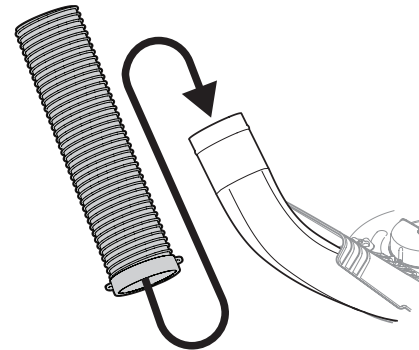

Figura 3
3. Levante la manguera por las manijas del anillo instalado en el paso 2. Deslice la manguera sobre el codo del canal montado en la plataforma de corte, como se muestra en la Figura 3.